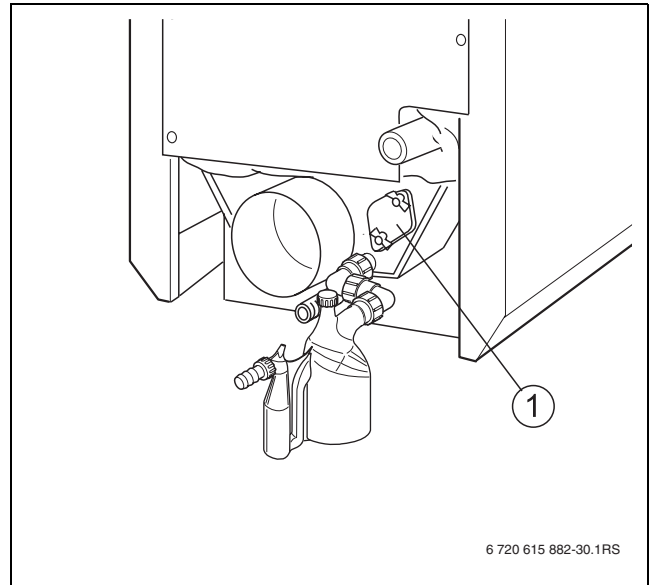

Рис. 32 Смотровой люк коллектора дымовых газов
- ▶ Проверьте, чтобы смотровой люк на коллекторе дымовых газов был закрыт (→ рис. 32, стр. 33).